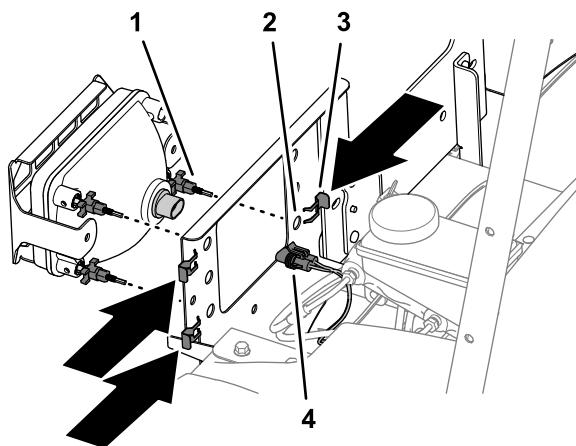

Рисунок 46
6. Подсоедините 2-гнездовой разъем жгута проводов автомобиля к 2-штыревому разъему в задней части фары (Рисунок 46).